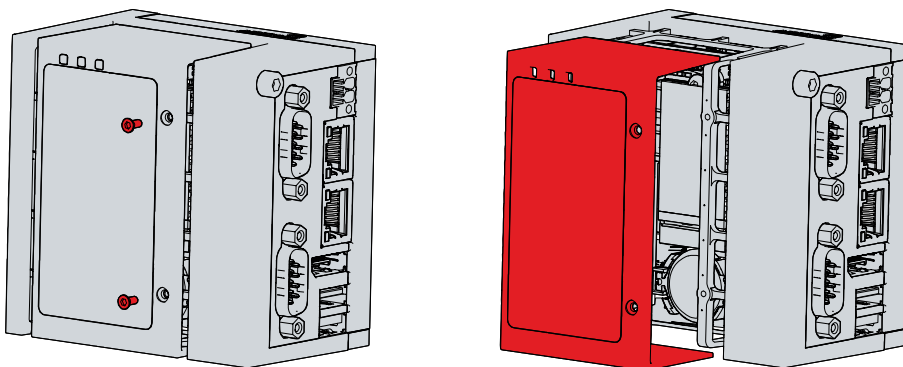

Abb. 28: Zugang Batterie und Speichermedien
Sie haben nun Zugriff auf Batterie (1) und Speichermedium (2) (siehe Abb. 28).